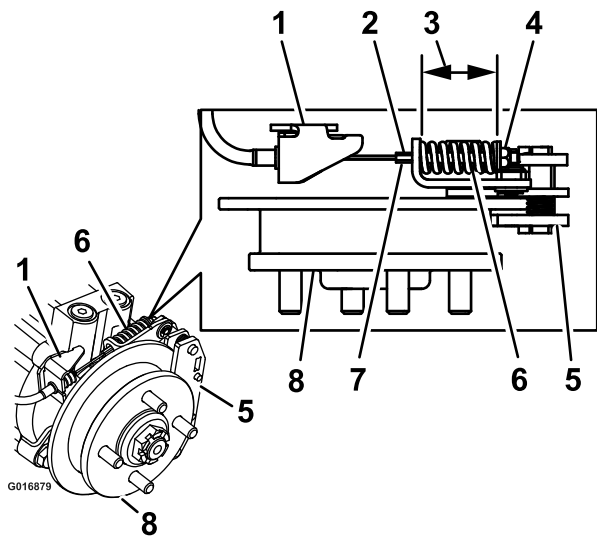

Figura 71
9. Sujete el extremo de la varilla roscada con una herramienta y ajuste la contratuerca hasta que el muelle mida de 3.8 a 4.0 cm (1-1/2 a 1-9/16 pulgada) (Figura 71). No deje que el cable gire mientras se aflojan las tuercas.